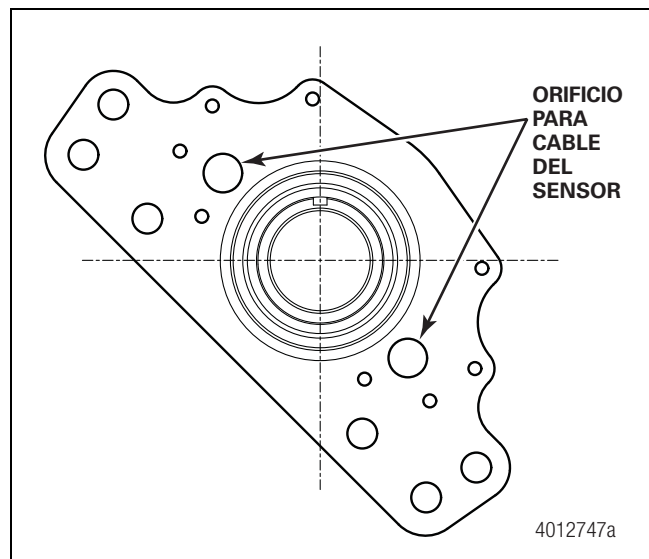

Figura 12.20
7. Los ejes para semirremolques Meritor con placas de torsión para frenos de disco neumáticos se fabrican con dos orificios para cables del ABS. Dependiendo de la accesibilidad, cualquiera de los orificios se puede usar para instalar el sensor del ABS o para hacer pasar el cable del ABS. Figura 12.20.